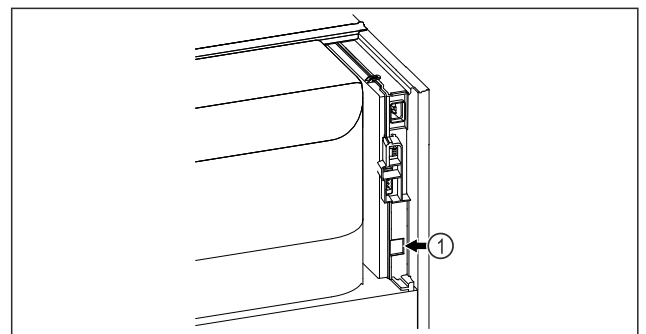

Fig. 97
- SmartModule Fig. 97 (1) установлен.